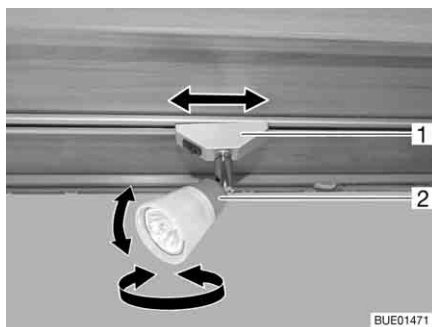

Fig. 67 Spot
Tourner : ■ Saisir le boîtier (Fig. 67,2) et le tourner.
Faire coulisser : ■ Attraper le support (Fig. 67,1) le faire pivoter d'environ 45°.
- Attraper le support (Fig. 67,1) et le faire pivoter d'environ 90°.